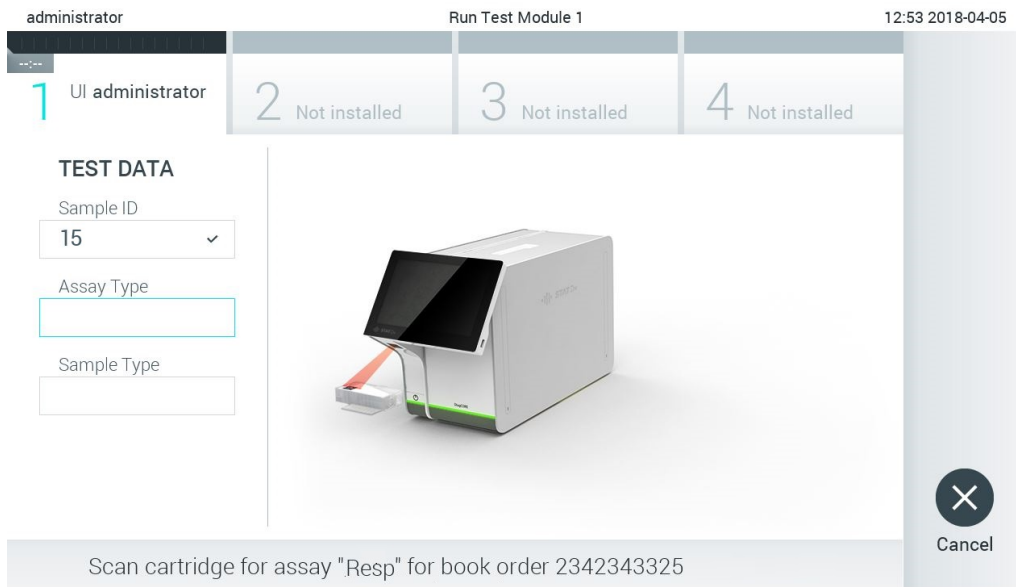

Рис. 83. Сканування штрих-коду тестового картриджа КВІАстат-ДКс.
- Коли заявку на тест успішно отримано з хосту, відображається повідомлення «Scan cartridge for assay <assay_name> and book order <order_number>» (Відскануйте картридж для аналізу <назва_аналізу> і розміщеної заявки <номер_заявки>). Відскануйте штрих-код указанного тестового картриджа КВІАстат-ДКс (рис. 83).